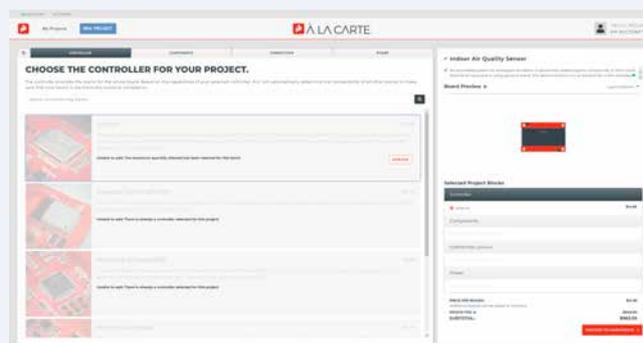

Figure 4. Choisissez votre contrôleur !
**Étape 1 : Choisir un contrôleur.** Dans ce cas, prenons le microcontrôleur phare de SparkFun, l'Artemis, qui permettra une extension du projet avec Bluetooth 5.0 et une énorme mémoire flash de 384 K de RAM pour le code (fig. 4).